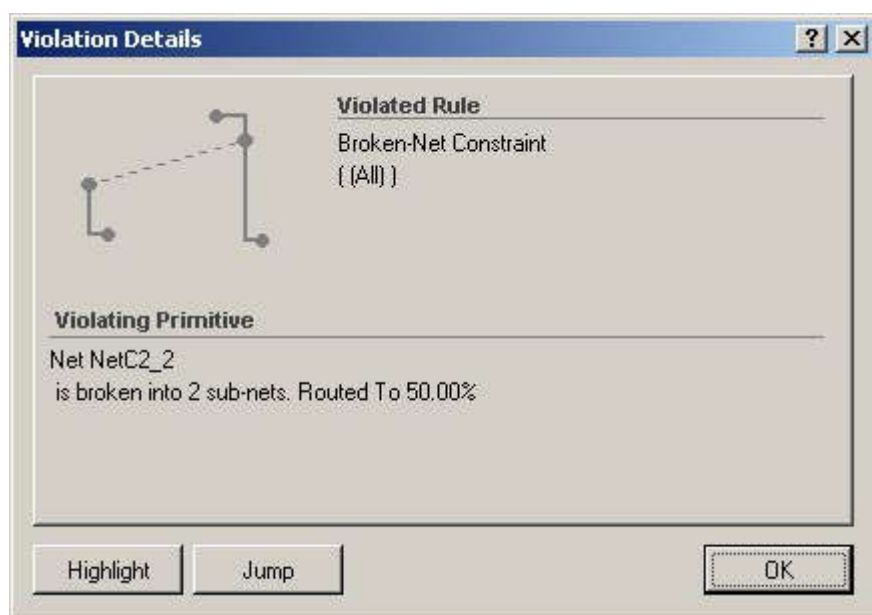

Рисунок 67 – Просмотр неразведенных цепей.
8. Выполним двойной щелчок левой кнопкой мыши на данном нарушении. Появится окно Violation Details с его подробным описанием (рисунок 67). Нажатие на кнопку Highlight позволяет подсветить нарушение, а нажатие на кнопку Jump - переключить редактор в режим его наиболее оптимального просмотра. Далее нам остается только вручную нарисовать недостающий сегмент.